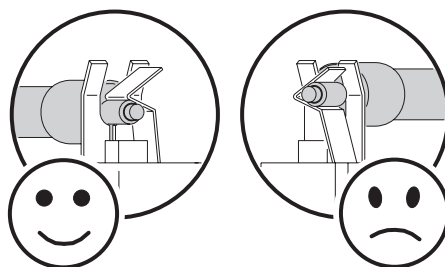

Figura 4: Estremità della lampada
4. Con l'escrescenza del bulbo che punta verso il retro, come illustra la Figura 4, inserire l'estremità corretta della nuova lampada nella presa. Spingere verso il basso la molla sulla destra e far entrare con uno scatto la spina al suo posto.
2. Vedere Figura 4. Centrare verticalmente il fascio luminoso usando le viti di regolazione a esagono incassato (A) poste più in alto al centro del disco posteriore. Centrare orizzontalmente il fascio usando le viti di regolazione (C).
3. Se la luce è più intensa attorno ai bordi che nel centro, o se la luce emessa è debole, girare in senso orario le viti di aggiustamento poste in basso (B), fino a che la luce non è intensa ed uniformemente distribuita.